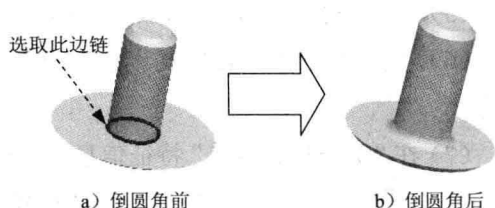

图 1.8 创建倒圆角特征 1
(2) 选择边倒角方案。本例选取 **D × D** 方案。
(3) 设置倒角尺寸。在操控板的倒角尺寸文本框中输入距离值 2.0，并按 Enter 键。
(4) 在操控板中单击按钮 ，完成倒角特征的构建。
Step5. 创建图 1.8 所示的倒圆角特征 1，圆角半径值为 3.0。